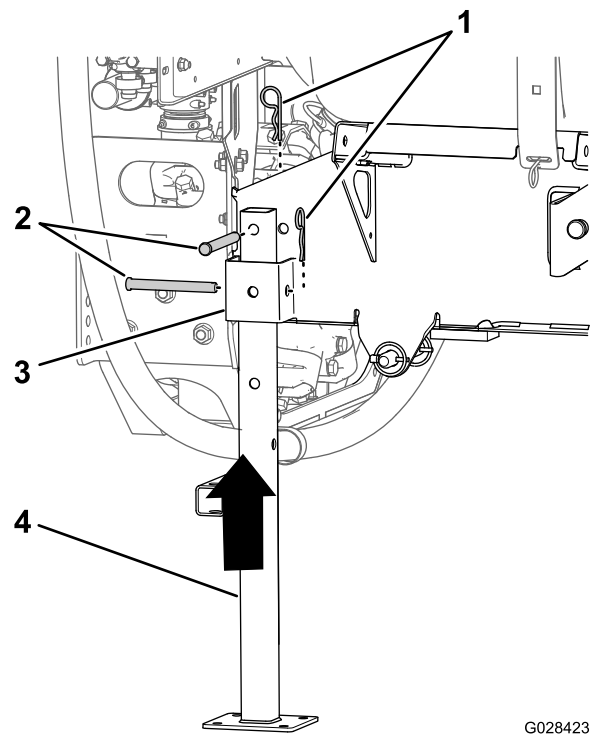

Bild 100
5. Richten Sie den hinteren Stützbock an der hinteren Stützbockaufnahme aus (Bild 100).
6. Fluchten Sie das Loch oben am Stützbock mit dem Loch im Rahmen des Behältergestells aus (Bild 100).
7. Befestigen Sie den Stützbock mit zwei Lastösenbolzen ($\frac{1}{2}$ " x $4\frac{1}{2}$ ") und zwei Sicherungsstiften ($\frac{5}{32}$ " x $2\frac{5}{8}$ ") an der Aufnahme und dem Rahmen, wie in Bild 100 dargestellt.